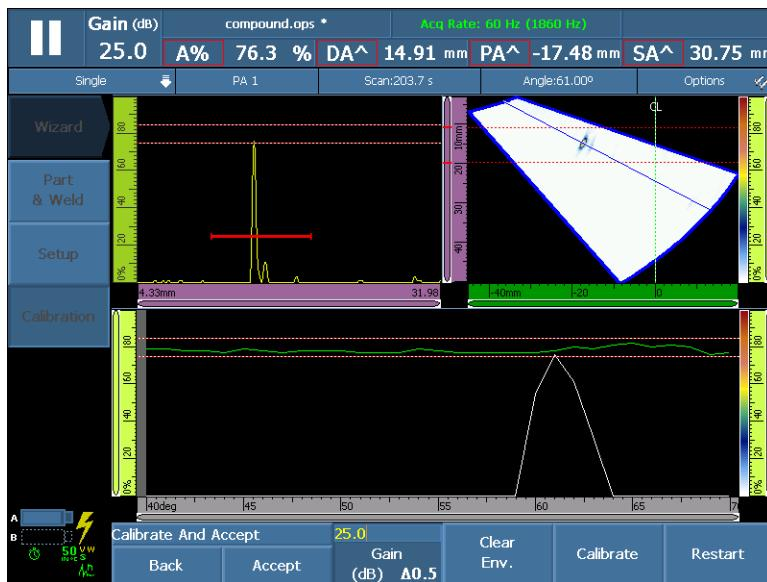

Рис. 5-14 Построение огибающей для калибровки чувствительности
- a) Перемещайте ПЭП вперед-назад по калибровочному образцу над отражателем для построения плавной огибающей в диапазоне 0–100 % для всех углов/ВАД (см. Рис. 5-14 на стр. 139).